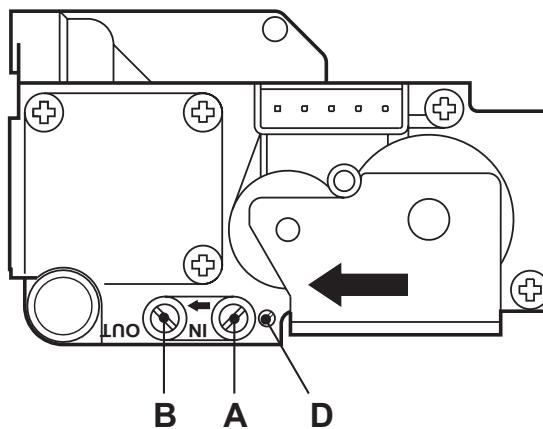

рис. 8 - Газовый клапан
- Подключите надлежащий манометр к контрольной точке "B" рис. 8, расположеннойной после газового клапана
- Отрегулируйте минимальное давление с помощью регулировочного винта "D" рис. 8, поворачивая его по часовой стрелке для уменьшения и против часовой стрелки для увеличения.